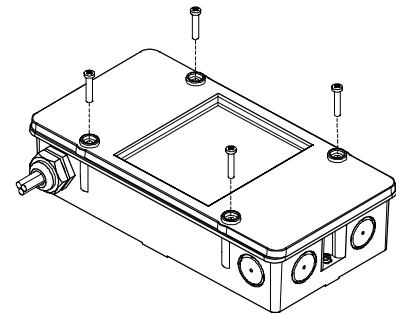

Fig. 5
- In housing FDCH221 (Fig. 5)
1. Open housing (Fig. 5).
6. Close housing using supplied screws (Fig. 5).
- Im Gehäuse FDCH221 (Fig. 5)
- Öffnen Sie das Gehäuse (Fig. 5).
- Schließen Sie das Gehäuse mit den mitgelieferten Schrauben (Fig. 5).